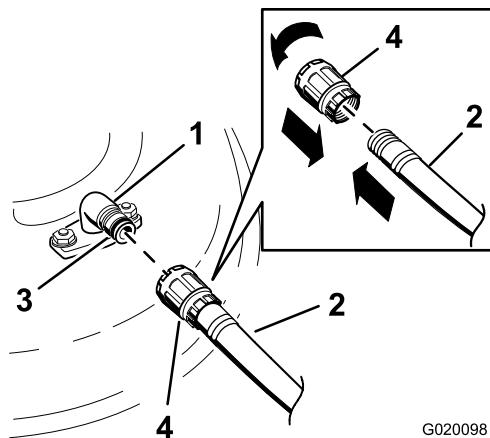

Figure 60
3. Branchez le raccord du tuyau d'arrosage à l'embout de lavage de la tondeuse et ouvrez l'eau en grand (Figure 60).